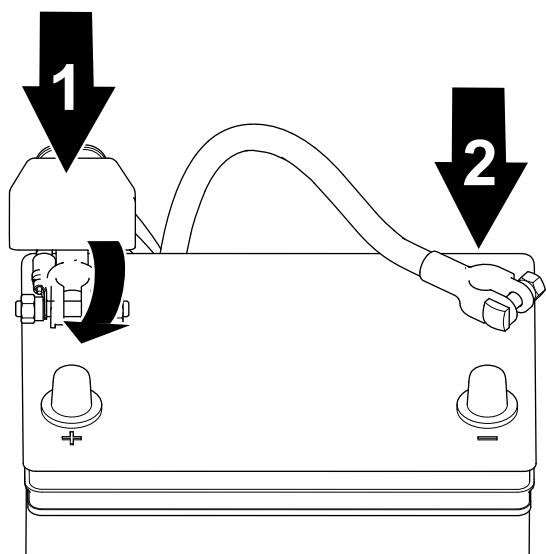

Figura 41
1. Conecte el cable positivo a la batería y apriete la tuerca de pinza de la batería (Figura 41).
2. Conecte el cable negativo a la batería y apriete la tuerca de pinza de la batería (Figura 41).